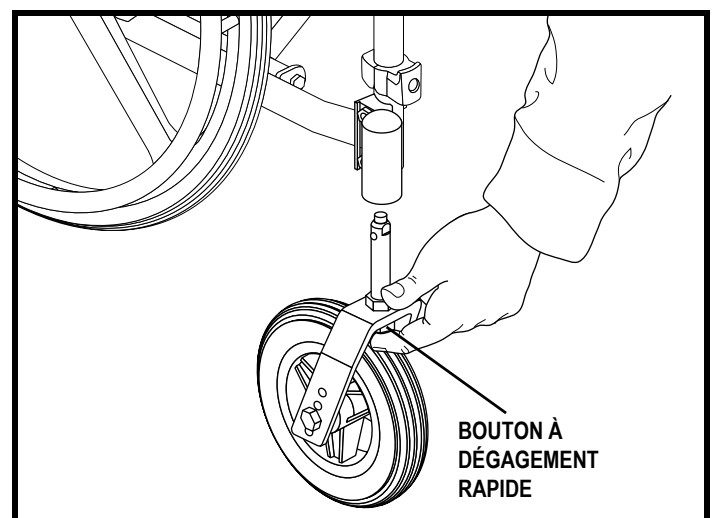

Figure 35. Enlèvement d'une roue avant à détente rapide
1. Retirez l'écrou qui attache la roue avant à votre fauteuil roulant. Voir la figure 35.